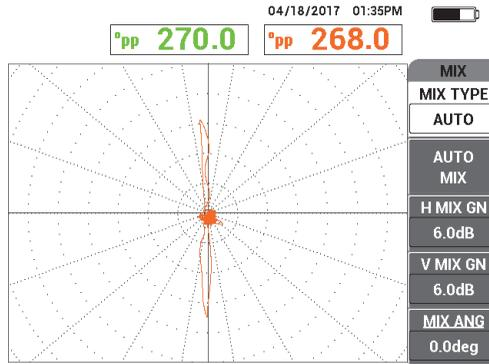

Figura 5-203 Menú MIX (combinación)
- El menú **MIX** (combinación) aparece (vea la Figura 5-203 en la página 295).